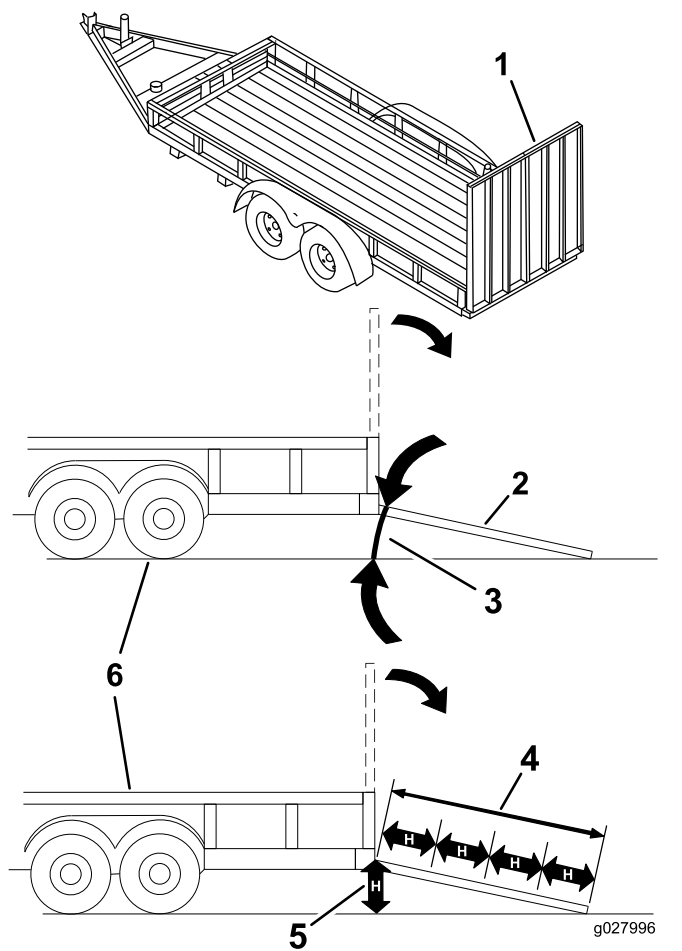

Bild 27
Das Laden einer Maschine auf einen Anhänger oder einen Lastwagen erhöht die Umkipppgefahr und könnte schwere oder tödliche Verletzungen verursachen (Bild 27).
3. Senken Sie die Rampe ab und stellen Sie sicher, dass der Winkel zwischen der Rampe und dem Boden höchstens 15 Grad beträgt (Bild 27).
1. Senken Sie die Rampe ab und stellen Sie sicher, dass der Winkel zwischen der Rampe und dem Boden höchstens 15 Grad beträgt (Bild 27).